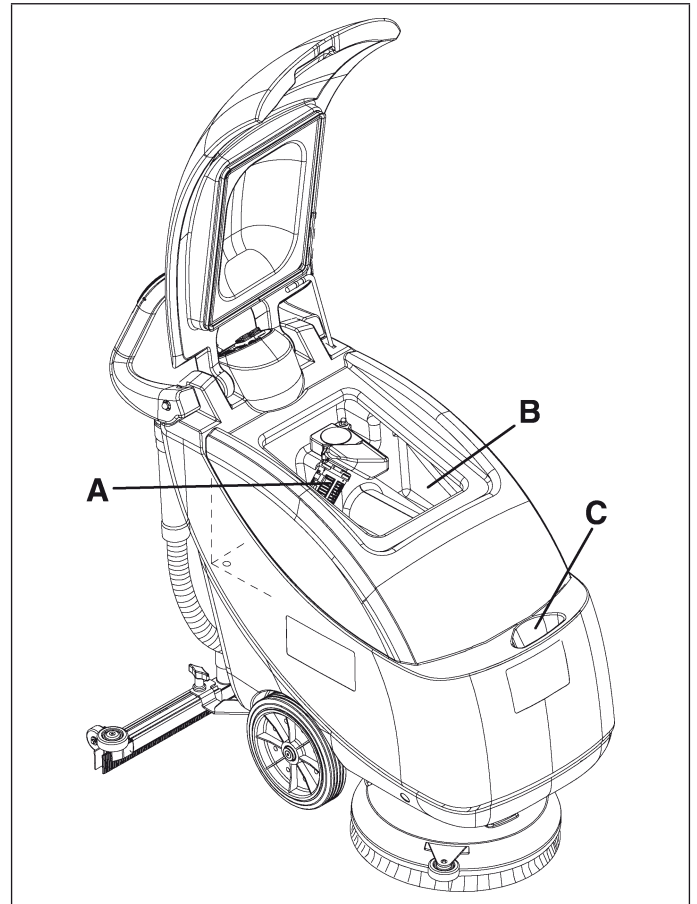

Figure 12
Un sistema de cierre automático de flotador (A, Fig. 12) bloquea el sistema de aspiración cuando el depósito de recuperación (B) está lleno.
Cuando el depósito del agua de recuperación (B, Fig. 12) está lleno, vaciarlo según el procedimiento siguiente.
3. Vaciar los depósitos (B y C, Fig. 12), como indicado en el párrafo antecedente.